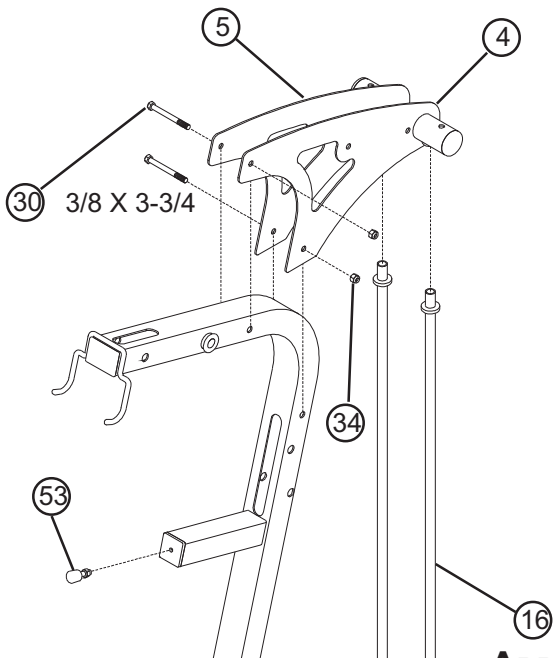
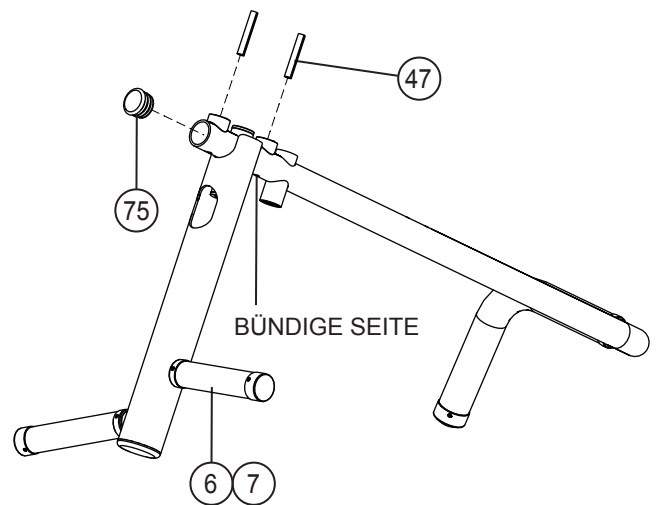

ABBILDUNG 5
ABBILDUNG 6
- Die RECHTE und LINKE (5 und 4) AUSLEGERPLATTE auf die FÜHRUNGSSTANGEN (16) schieben (siehe ABBILDUNG 5) und die AUSLEGERPLATTEN (5 und 4) mit zwei 3/8 x 3-3/4 Zoll SCHRAUBEN (30) und zwei 3/8 Zoll SICHERUNGSMUTTERN (34) am RAHMEN (1) montieren. **DARAUF ACHTEN, DASS DIE FÜHRUNGSSTANGEN (16) NICHT AUS DEM SOCKEL (2) GEZOGEN WERDEN.**
- Den EINSTELLBAREN GLEITSCHUH (53) ungefähr 12 mm (1/2 Zoll) in den RAHMEN (1) schrauben und die Gegenmutter fest anziehen (s. Abb.).
- Einen 5/16 X 2 Zoll SPANNSTIFT (47) mit einem Hammer durch den LINKEN PRESSGRIFF (7) treiben, bis er mit der anderen Seite des GRIFFS bündig ist (siehe ABBILDUNG 6).
- Legen Sie die ENDKAPPE 1-1 / 4 "in das Ende von RECHTEN PRESSGRIFF, wie in Abbildung 6 gezeigt.
- SCHRITT 6 für den RECHTEN PRESSGRIFF (6) wiederholen.